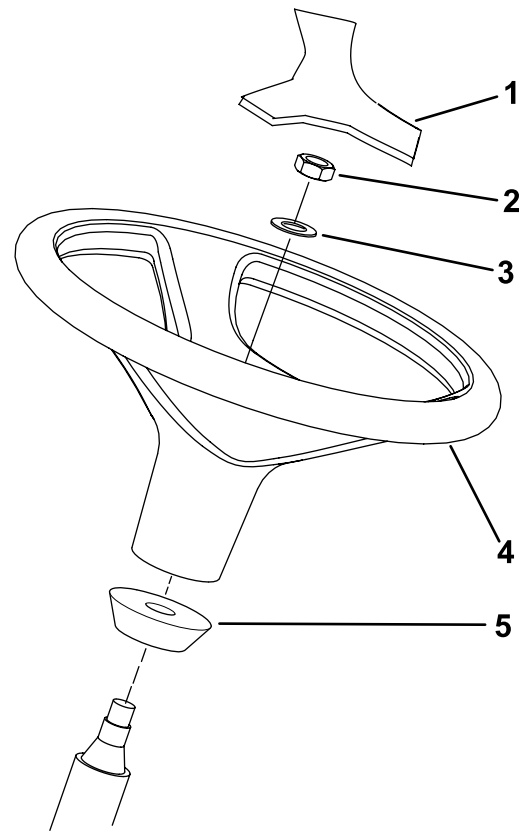

Bild 13
1. Nehmen Sie das Lenkrad von der Versandpalette ab (Bild 13).
- Hinweis:** Stellen Sie sicher, dass der Schaumkragen auf der Lenkwelle verbleibt (Bild 13).
3. Ziehen Sie das Lenkrad und die Scheibe auf die Lenkwelle auf (Bild 13).
5. Befestigen Sie die Abdeckung am Lenkrad (Bild 13).